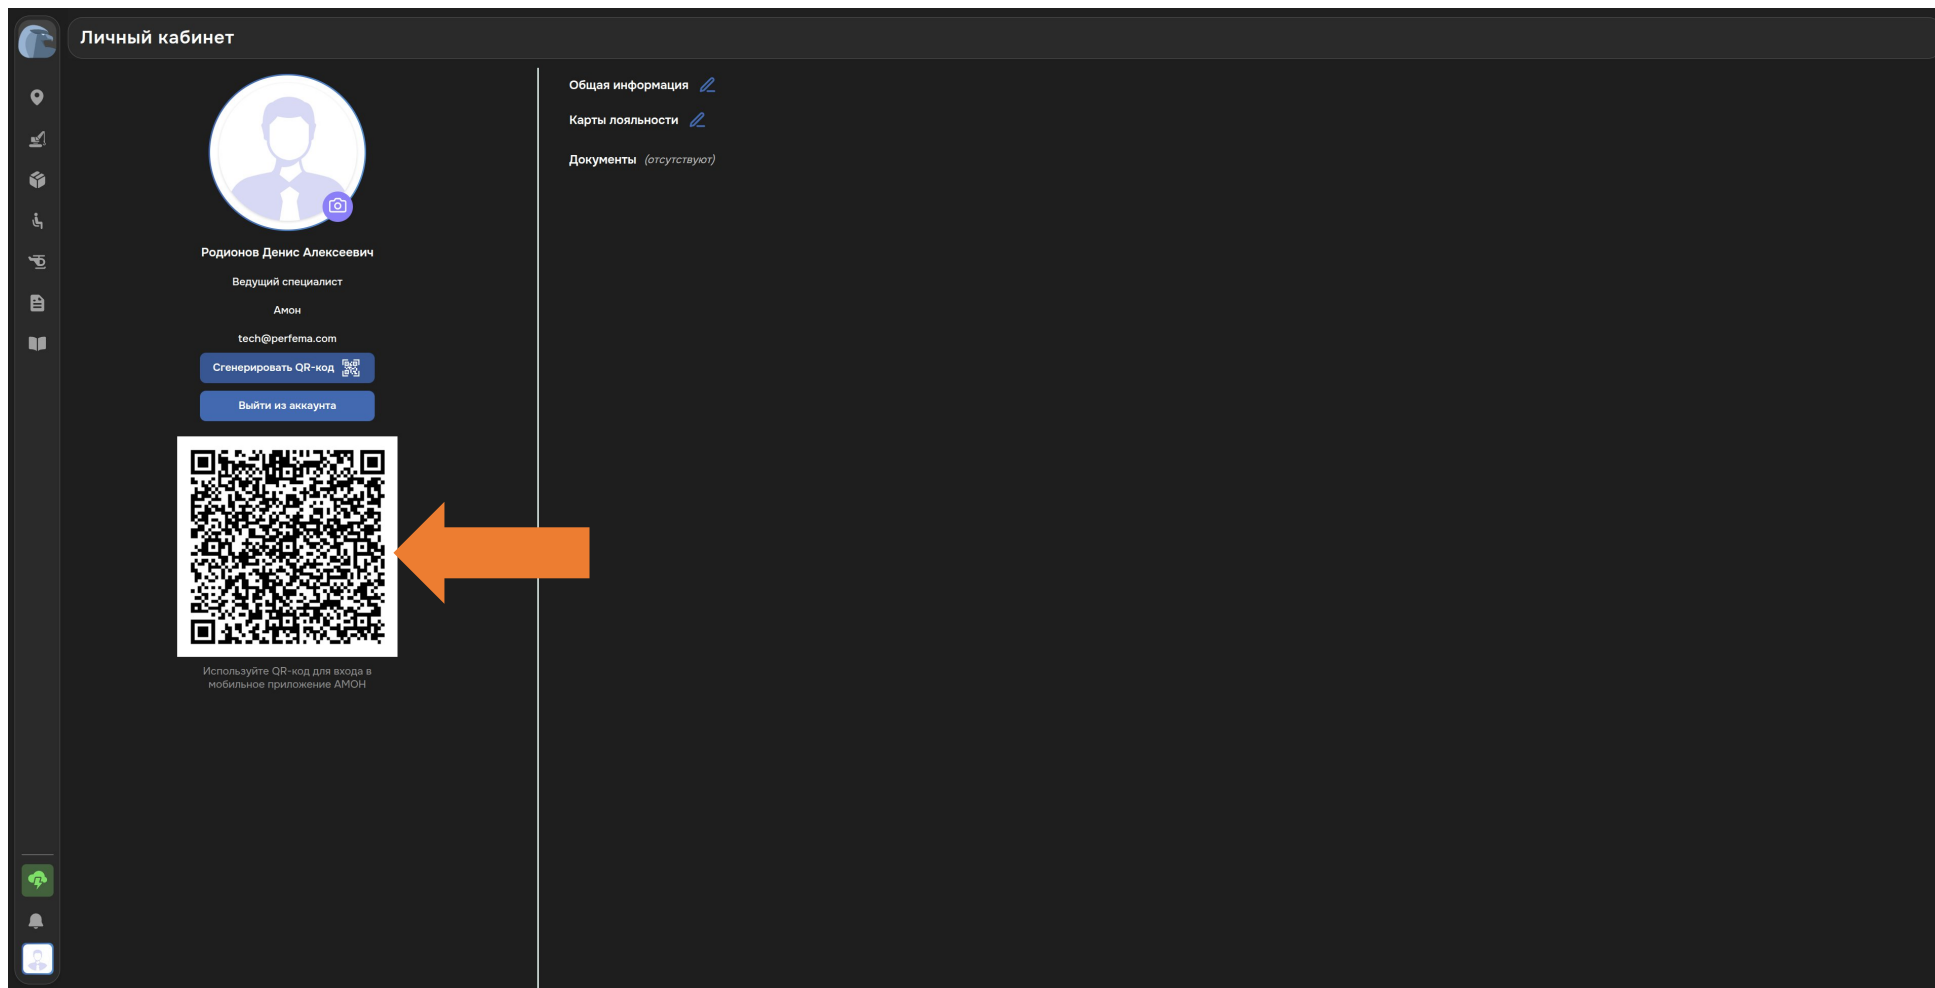

Рисунок 5. Сгенерированный QR-код для входа в мобильное приложение
5. Отобразится QR-код для входа в мобильное приложение (см. Рисунок 5).